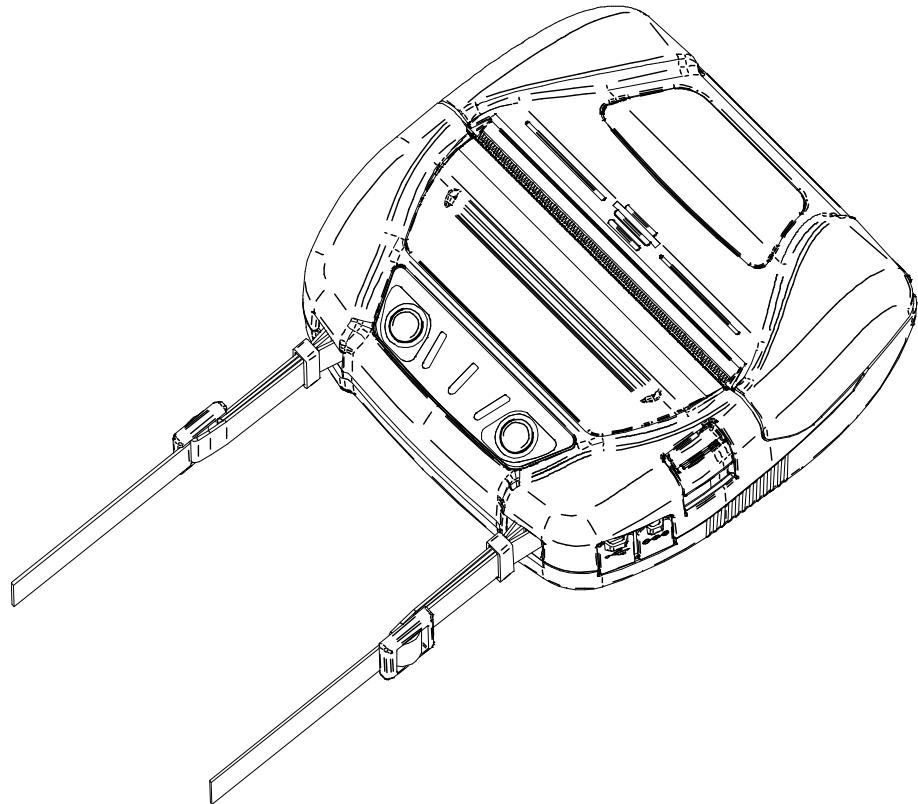

図 14-8 ショルダーストラップの取り付け(5)
- ⑤ 図 14-8のよう、もう一方のショルダーストラップの先端も①～④の手順でプリンタに取り付けてください。